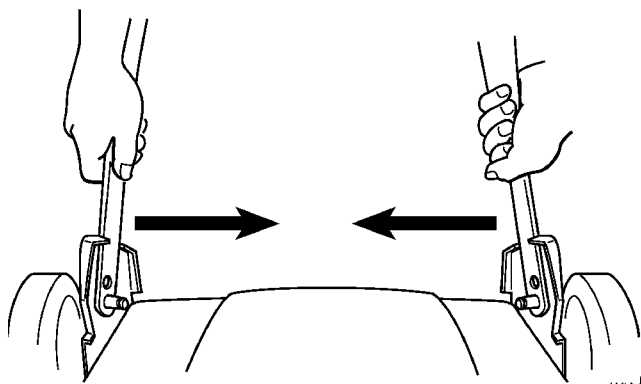

Figure 55
1. Serrer les montants inférieur du guidon l'un vers l'autre pour les dégager des butées du support (Fig. 55).